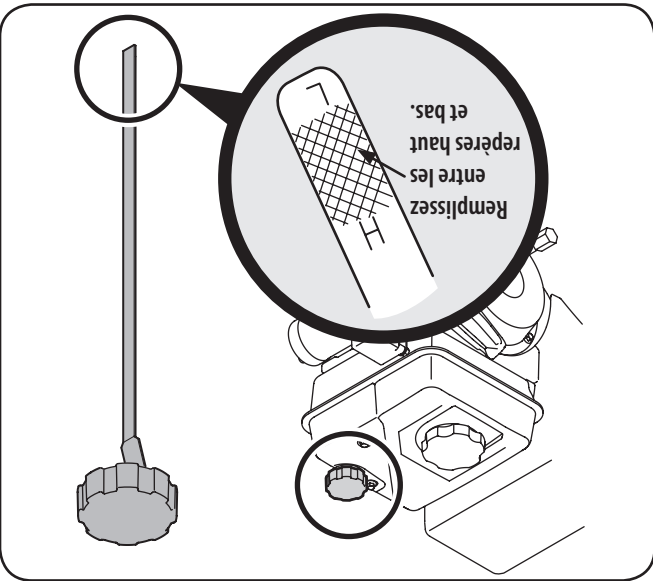

Figure 3-3
Maintenir le niveau d'huile entre les repères haut (H) et bas (L) de la jauge à huile ou à la limite de débordement dans le cas d'un moteur sans jauge à huile. Voir la Figure 3-3.
Enlevez le capuchon de remplissage de l'huile et essuyez la jauge à huile. Voir la Fig. 3-3.
Enlevez le capuchon de remplissage de l'huile. Si le niveau d'huile est bas, ajoutez lentement de l'huile jusqu'à ce que le niveau d'huile soit entre les repères haut (H) et le bas (L). Voir la Fig. 3-3.